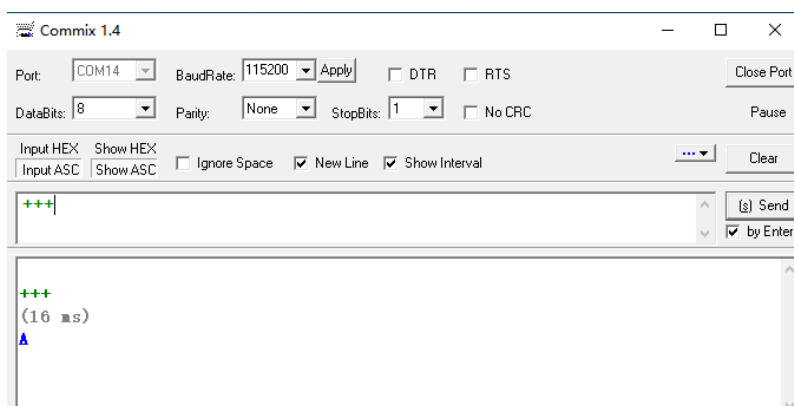

图 4-8 “+++”命令发送界面
1) 在 Commix 上输入“+++”，模块在接收到“+++”后返回一个确认码“A”；如图 4-8 所示。